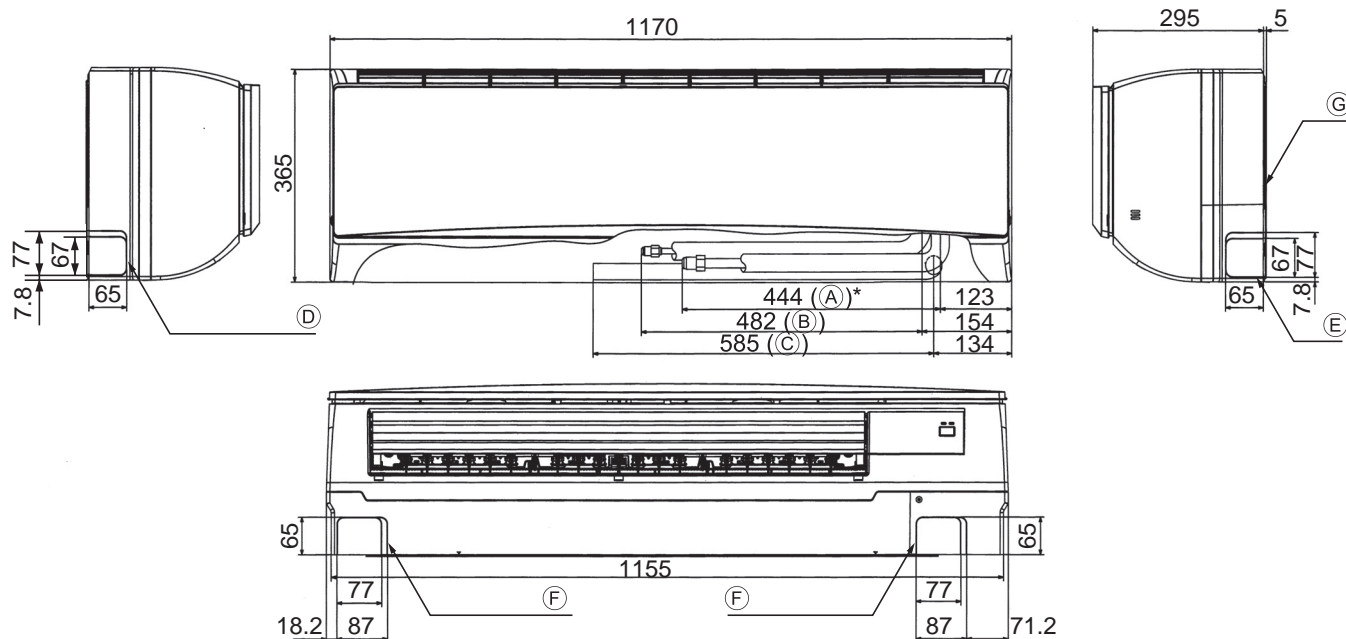

Fig. 4-2
4.2. Posizionamento delle tubazioni del refrigerante e di drenaggio (Fig. 4-2)